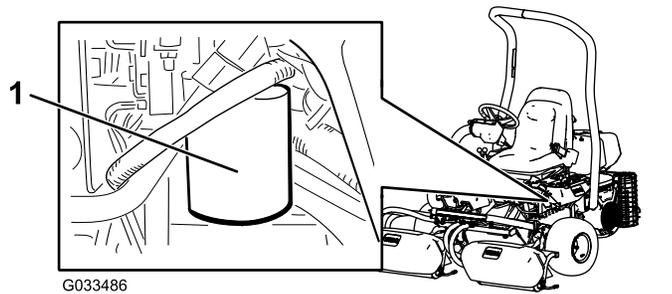

Figura 51
2. Retire os parafusos que fixam a placa da cobertura do cilindro de elevação que está a ajustar dos suportes de apoio do chassis (Figura 51).
- Limpe a zona em torno da área de montagem do filtro (Figura 51). Coloque um recipiente de escoamento debaixo do filtro e retire o filtro.